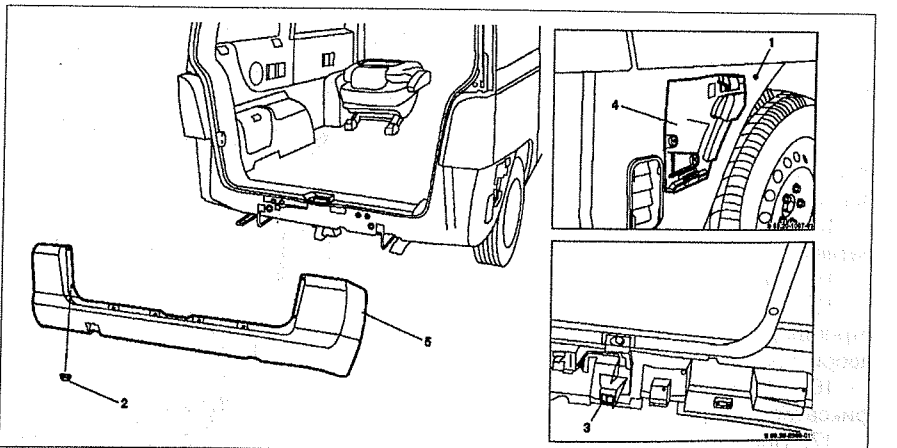

Рис. 11.3. Задний бампер:
1. Открутите болты 1 крепления в колесных арках (см.рис.11.3).